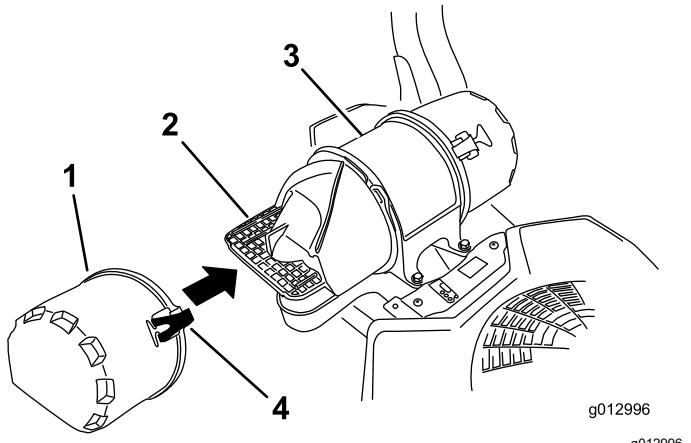

Figura 42
3. Abra los cierres del limpiador de aire y tire de la tapa de la entrada de aire para separarla del cuerpo del limpiador de aire (Figura 42).
5. Instale la tapa de la entrada de aire y sujetela con los enganches (Figura 42).